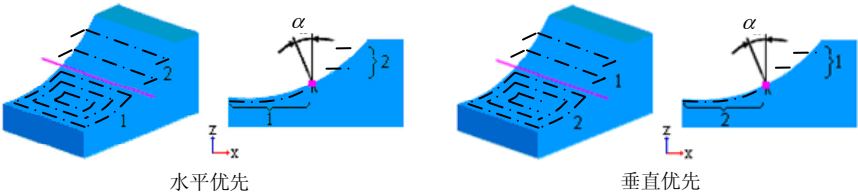

图 2-110 通用加工顺序
- **【通用加工顺序】:** 在同时打开水平区域和垂直区域时，会有加工顺序选项：可以选择垂直区域优先和水平区域优先，如图 2-110 所示。